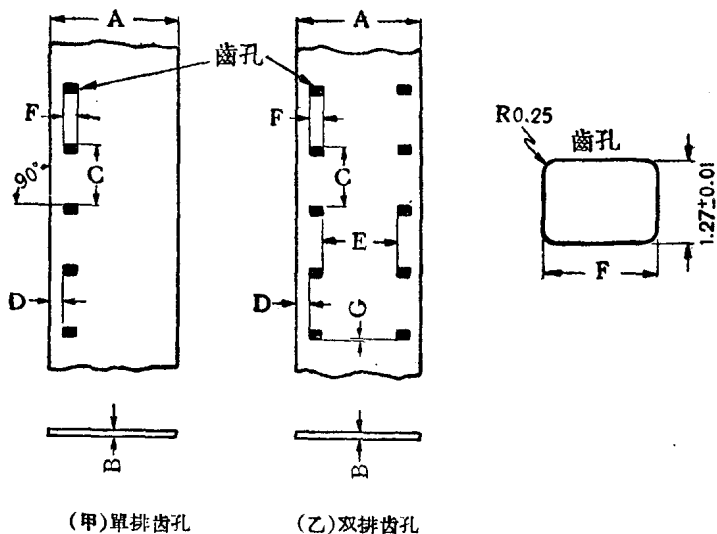
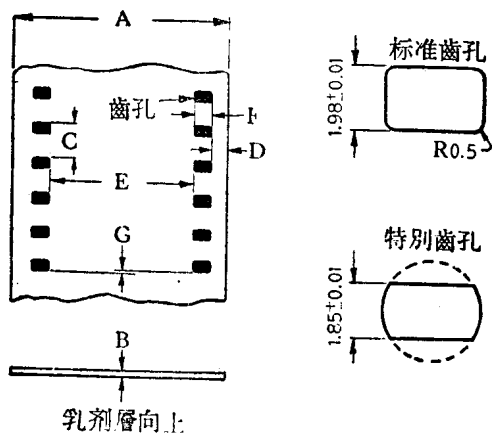

图 1-1 16 毫米影片标准式样
图 1-2 35 毫米影片标准式样
2. 影片的尺寸——影片在放映机中能够作正常通行，就必须要有影片的尺寸和放映机輸片機構的各个配件的尺寸获得一致，才有可能。所以国际上，16 毫米和 35 毫米的影片尺寸都有公認的标准。图 1-1 是 16 毫米影片的标准式样，附表是尺寸。图 1-2 是 35 毫米影片的标准式样，附表是标准尺寸。